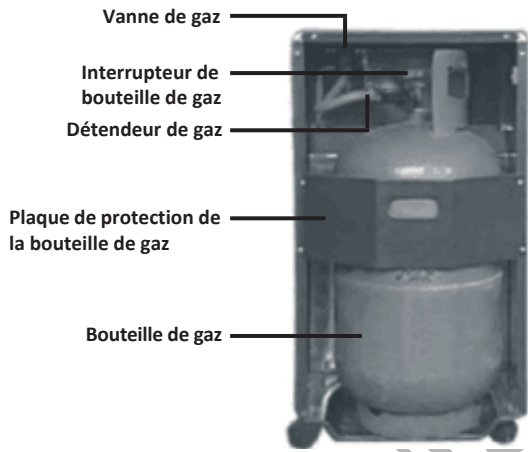

Fig. 4
* : Le bouton d'allumage piézoélectrique et le bouton de réglage du gaz ne sont pas représentés sur la figure 4.